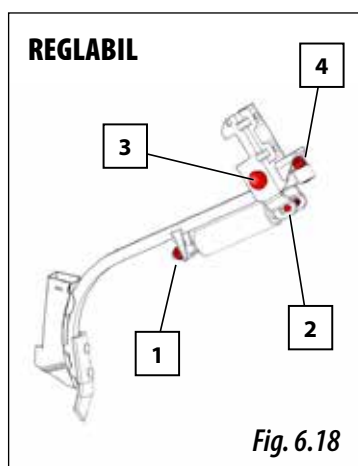

Fig. 6.18
Pentru a regla presiunea brăzdarului asupra solului, trebuie să acționați asupra piuliței arcului (1, Fig. 6.18). Presiunea poate fi reglată și prin schimbarea poziției bolțului (2, Fig. 6.18).
Aceste brăzdare sunt fixate pe suport cu ajutorul unui șurub SOLĂ special (3, Fig. 6.18) prevăzut cu o piuliță autoblocantă, a cărei mișcare controlează jocul brăzdarului.
- 1- Desfaceți piulița și șurubul (4, Fig 6.18).